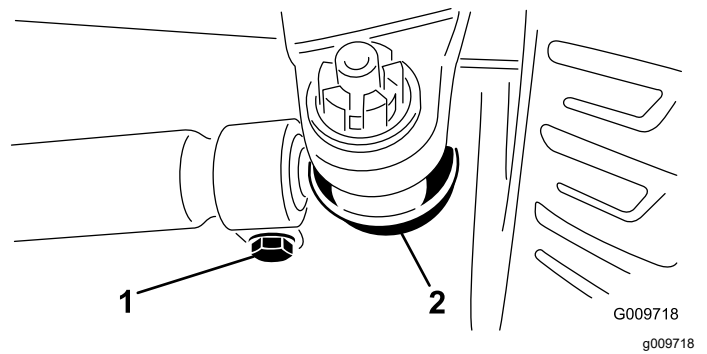

Figure 76
4. Desserrez les fixations aux deux extrémités des biellettes (Figure 76).